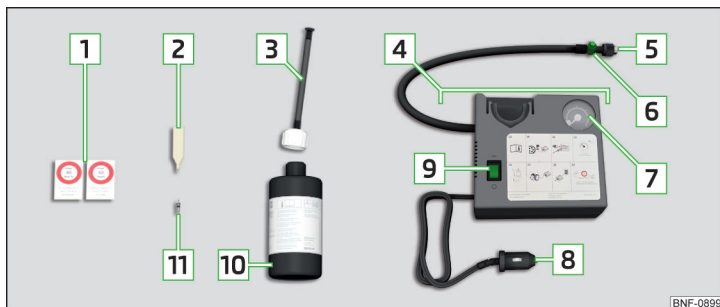

Fig. 266 Descrizione del kit per riparazioni
- Posizionare l'avvitatore/svitatore per inserti valvola » **fig. 266 a pag. 235** sull'inserto valvola, in modo che questo si adatti all'intaglio dell'avvitatore/svitatore.
- ▶ Avvitare saldamente sulla valvola il tubo flessibile di gonfiaggio del pneumatico **5** » fig. 266 a pag. 235.